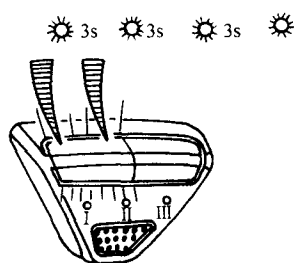

图 8-1 防盗系统警戒模式显示
(1) 若防盗系统处于警戒模式，则防盗指示灯应以每 3s 一次的频率闪烁，如图 8-1 所示。
(2) 接通点火开关，按下防盗接收器功能键时，LED 应熄灭。若 LED 保持亮，则说明防盗系统内部码未设定，应进行重新设定。